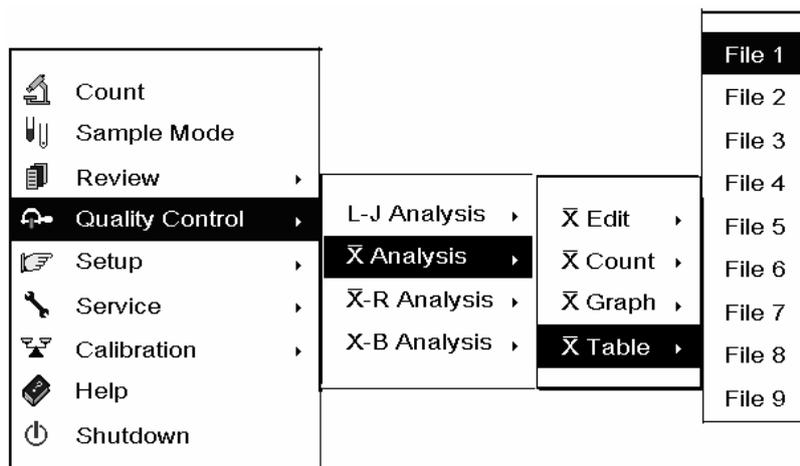

Abbildung 8-30 System-Menü
**WÄHLEN** Sie "Qualitätskontrolle →  $\bar{X}$ -Analyse →  $\bar{X}$ -Tabelle → Datei 1" AUS (Abbildung 8-30), um die " $\bar{X}$ -Tabelle"-Anzeige aufzurufen (Abbildung 8-31). Jede Anzeige gibt 5 Ergebnisse wieder. Die Parameterwerte, die sich ausserhalb des erwarteten Bereichs befinden, werden mit "H" (höher als der obere Grenzwert) oder "L" (niedriger als der untere Grenzwert) gekennzeichnet.